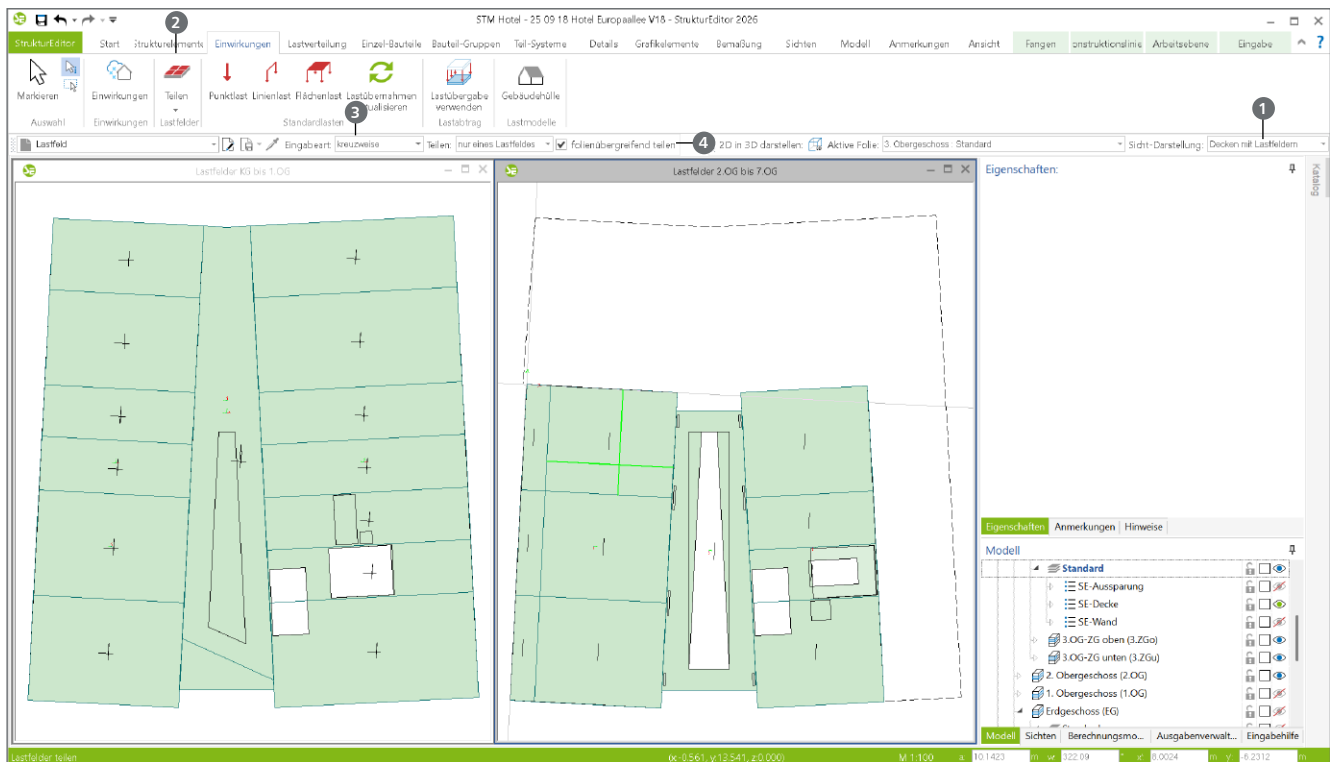

Bild 2. Bearbeitung von Lastfeldern im Strukturmodell im StrukturEditor (E001.de)
Die Erstellung und Bearbeitung der Lastfelder im StrukturEditor wurde bewusst an die bekannte Arbeitsweise aus MicroFe angelehnt. Initial erhält jedes Strukturelement „SE-Decke“ ein Lastfeld, das sich geometrisch über die gesamte Decke erstreckt. Der erste Bearbeitungsschritt ist daher meist die Teilung dieses Lastfeldes. Dies erfolgt über das Menüband-Register „Einwirkungen“ mit dem Schalter „Teilen“ (Bild 2) ②.